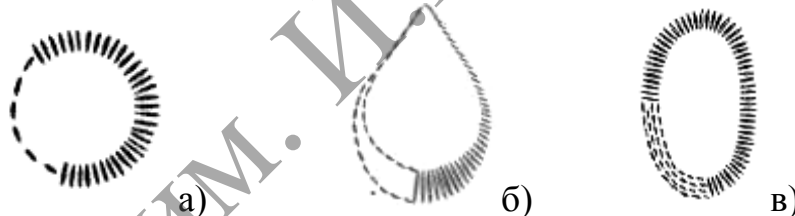

Рисунок 10.6. – Разновидности обработки отверстий в прорезной глади
- круглого мелкого отверстия с валиком постоянной ширины (рисунок 10.6 а);
- каплевидного отверстия с утолщенным с одной стороны контуром (рисунок 10.6 б);
- крупного овального отверстия с валиком, обработанным с настилом (рисунок 10.6 в).